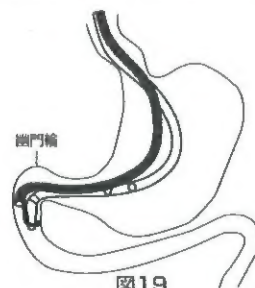

図19
3. スネアで本品をつかんだまま、幽門輪を通過させる(図19)。